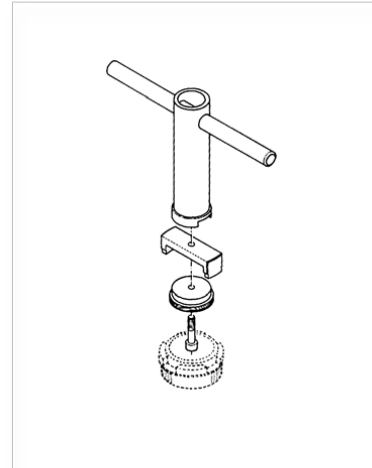

Bild 3: Sitzring Werkzeug
2. Sitzring mit Hilfe des zugehörigen Spezialwerkzeugs (Bild 3) auswechseln. Dabei ist die Verwendung eines Hochleistungsschmiermittels auf mineralischer Basis zu empfehlen. Beim Einbau des Sitzringes sind MoS2-Zusätze günstig, sofern sie mit dem jeweiligen Durchflußmedium verträglich sind.